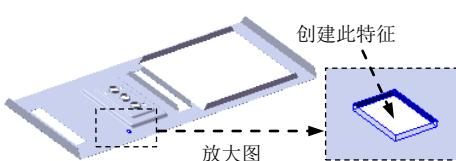
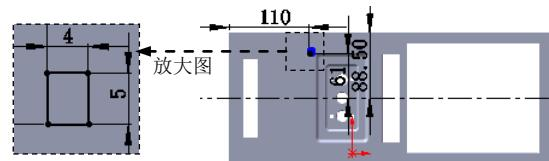

图 17.8.50 创建切除一拉伸 5
图 17.8.51 横断面草图
Step13. 创建图 17.8.50 所示的切除一拉伸 5，横断面草图如图 17.8.51 所示，具体操作过程请参见 Step12。